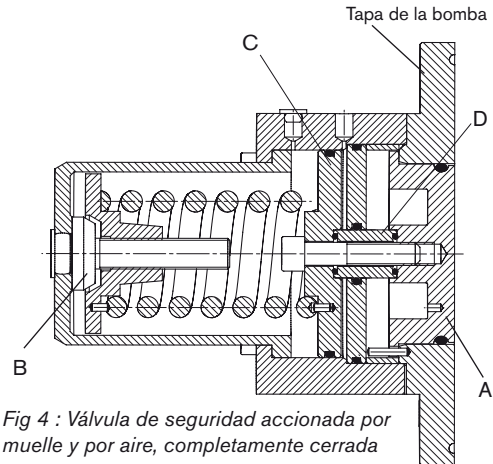

Fig 4 : Válvula de seguridad accionada por muelle y por aire, completamente cerrada
Las figs. 4 y 5 muestran el diseño de la accionada por aire válvula de seguridad accionada por muelle y por aire. El cabezal de la válvula (A) está sometida a la presión del líquido en el cuerpo de rotores, en un lado, y por la fuerza del muelle, en el otro. El muelle no actúa directamente sobre la cabeza de la válvula (A) sino a través del pistón (C) y el manguito separador (D).
La fig. 4 muestra la válvula de seguridad completamente cerrada. El cabezal de la válvula (A) está alineada con la superficie delantera de la tapa de la bomba y el cilindro de la válvula CIP/SIP está completamente liberado.